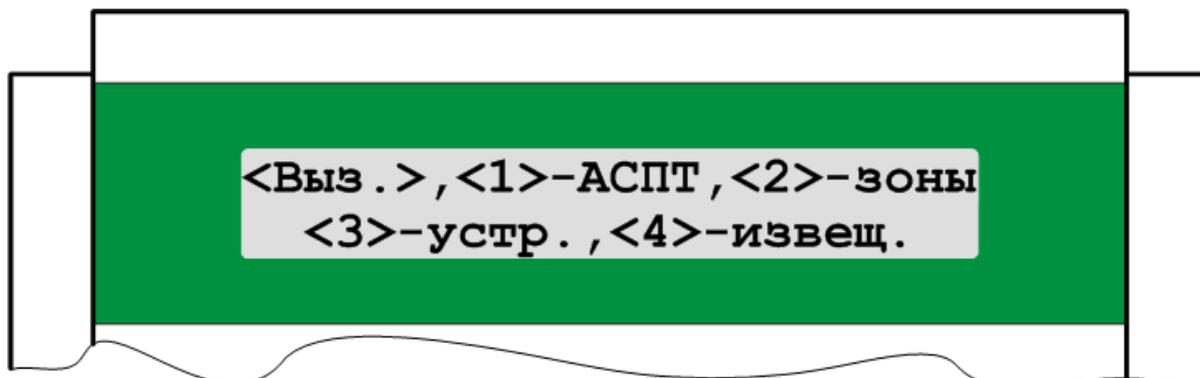

Рисунок 6 – Меню пожарной службы
- 1) Предъявить пропуск «Пожарная служба». На индикаторной панели включится подсветка, появится надпись «СОТРУДНИК ПОЖАРНОЙ СЛУЖБЫ» и появится меню пожарной службы (рисунок 6).
- 1) Предъявить пропуск «Пожарная служба». На индикаторной панели включится подсветка, появится надпись **«СОТРУДНИК ПОЖАРНОЙ СЛУЖБЫ»** и появится меню пожарной службы (рисунок 6).